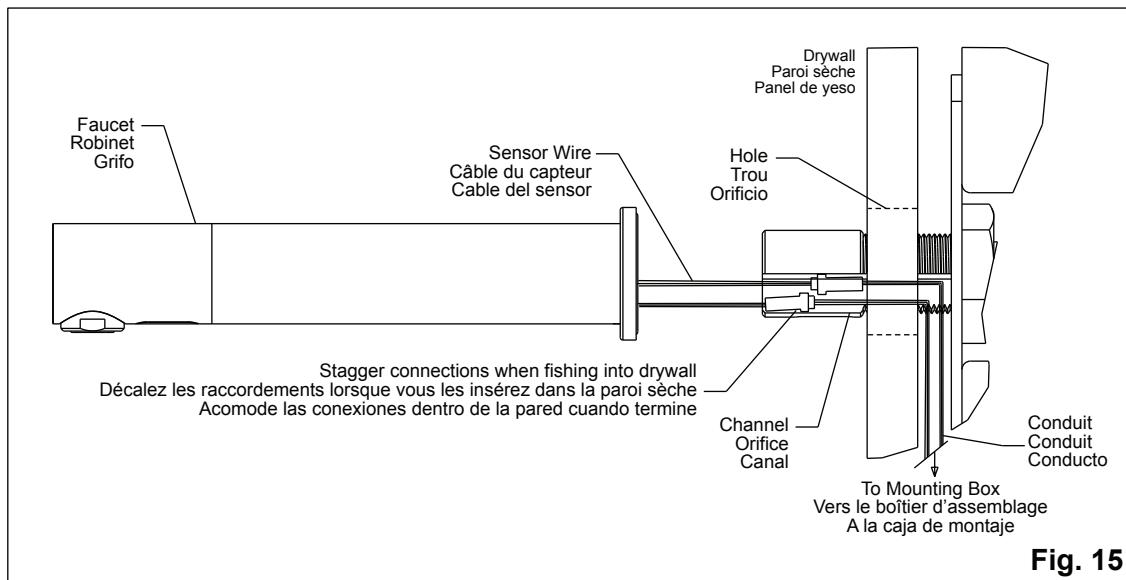

Fig. 15
18. Once drywall is in place, remove tape from conduit. Connect conduit wires in faucet and push back behind drywall through channel in tubular base. Stagger connections to assist in placing behind drywall. See *Figure 15.* Gently tuck the wires into the wall and faucet.
18. Une fois la paroi sèche en place, retirez le ruban adhésif du conduit. Raccordez les câbles du conduit dans le robinet et poussez-les derrière la paroi sèche, à travers l'orifice de la base tubulaire. Décalez les raccordements pour mieux les positionner derrière la paroi sèche. *Voir la figure 15.* Poussez doucement les câbles dans la paroi et dans le robinet.